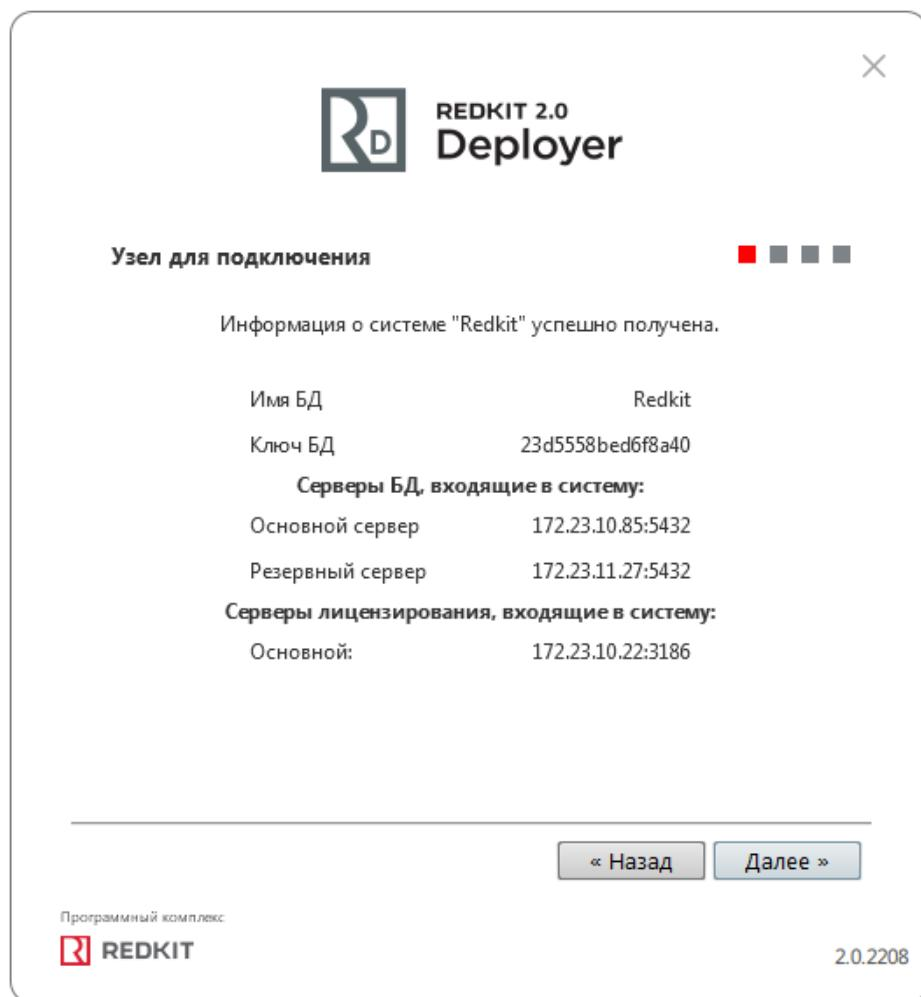

Рисунок 55 - Информация
5. Ознакомьтесь с информацией о системе Redkit и нажмите **Далее** (Рисунок 55).